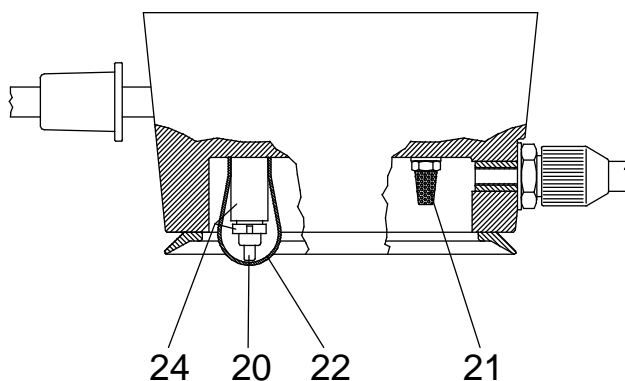
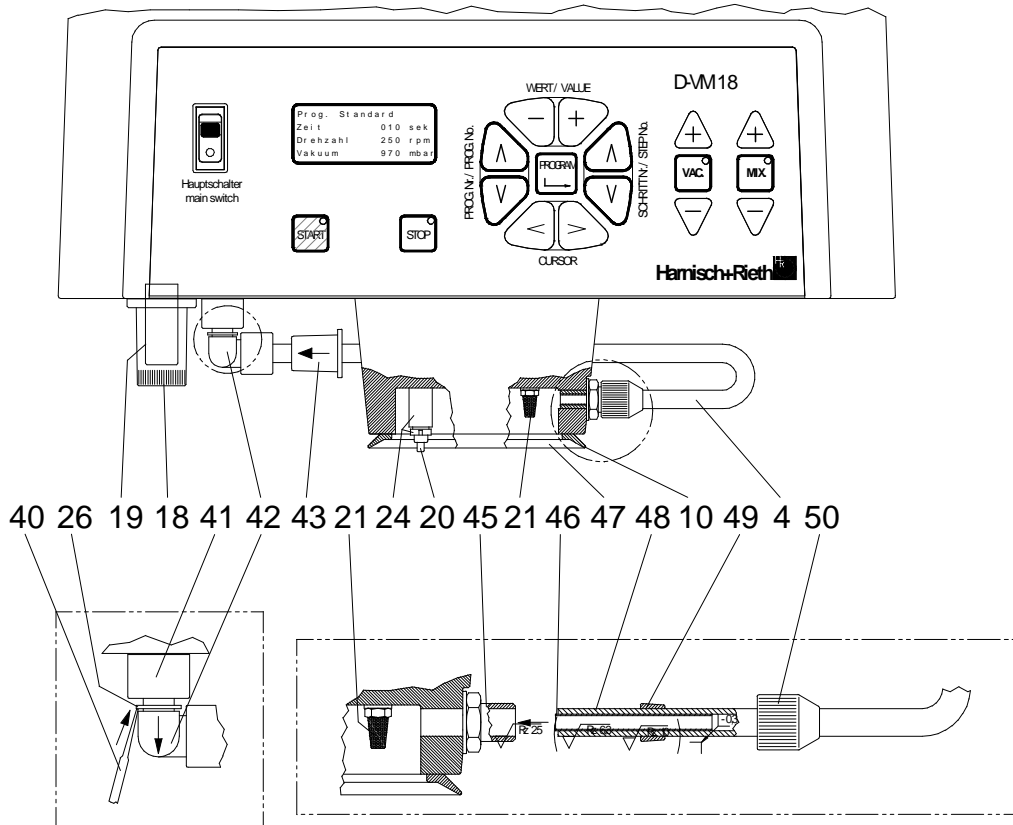

Abb. 23 Kontaktstift mit Silikonschutzkappe und Sintermetallfilter
Abb. 24 Filterkontrolle (Feinstfilter und Sintermetallfilter)
- Mit der der Taste (44) bzw. (43), siehe Abb. 23 die Programm-Nr. auswählen, die geändert werden soll.
- Cursor-Taste (41) bzw. (42), siehe Abb. 23 betätigen (damit wird der Cursor auf der ersten Stelle in dem Namenszug gesetzt.)
- Mittels der Tasten (38) „+“ oder (37) „-“ das gewünschte Zeichen in der unten aufgeführten Tabelle auswählen.
4. Cursor-Taste (41) bzw. (42), siehe Abb. 23 betätigen, um den Cursor auf die nächste Stelle zu verschieben um evtl. neuen Zeichen auszuwählen.
6. Nach vollständigem Aufbau des Legierungsnamen (muss nicht 9 Zeichen beinhalten) kann die Taste (41) solange betätigt werden bis die gewünschte Stelle in einer anderen Zeile erreicht ist um den dort befindlichen Wert bzw. Zeichen zu ändern.
7. Ist der Legierungsnamen erstellt und besteht kein weiterer Bedarf andere Parameter zu ändern, so ist die Taste (36) „PROGRAMM / ↵“ zu betätigen um die Änderung zu speichern.
1. Mit der der Taste (44) bzw. (43), siehe Abb. 24 die Programm-Nr. auswählen, das geändert werden soll.
2. Cursor-Taste (41) bzw. (42), siehe Abb. 24 betätigen (damit wird der Cursor auf der ersten Stelle des Legierungsnamenszuges gesetzt.).
3. Mit der der Taste (39) bzw. (40), siehe Abb. 24, die Schritt - Nr. auswählen, das geändert werden soll.
4. Cursor-Taste (41) bzw. (42), siehe Abb. 24, betätigen um den Cursor auf die nächste gewünschte Parameterstelle zu verschieben.
5. Mittels der Tasten (38) „+“ oder (37) „-“ den gewünschten Parameterwert eingeben.
6. Sind Parameterwerte in einem Schritt eingegeben kann mittels der Taste (39) oder (40) der nächste Schritt gewählt werden um die dort die Parameterwerte evtl. zu korrigieren.
7. Ist die Eingabe aller Parameterwerte in den allen gewünschten Schritten abgeschlossen, werden alle Einstellungen bzw. Änderungen durch Betätigen der Taste (36) “↵”, gespeichert.
(siehe Abb. 23, Seite16)
(siehe Abb. 23 Seite 16 und Abb. 24 Seite 17)